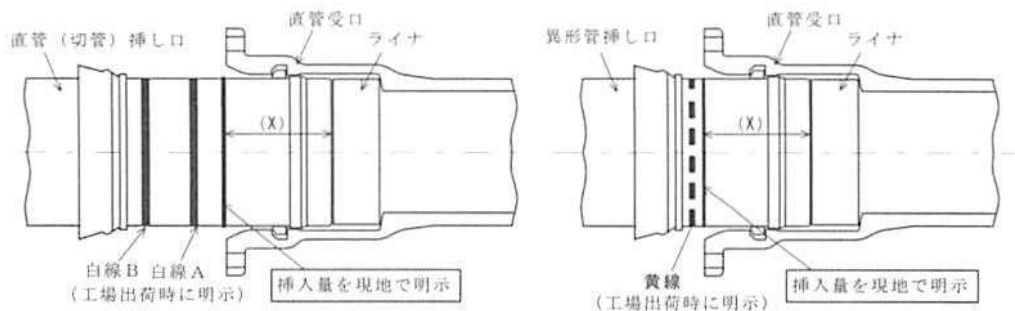

図 33 挿入量の明示
- 5) 「挿し口の挿入量の明示」から「ロックリングの位置確認」までは異形管の接合要領に従う。挿し口挿入量確認のための白線表示位置を図 33 に示す。